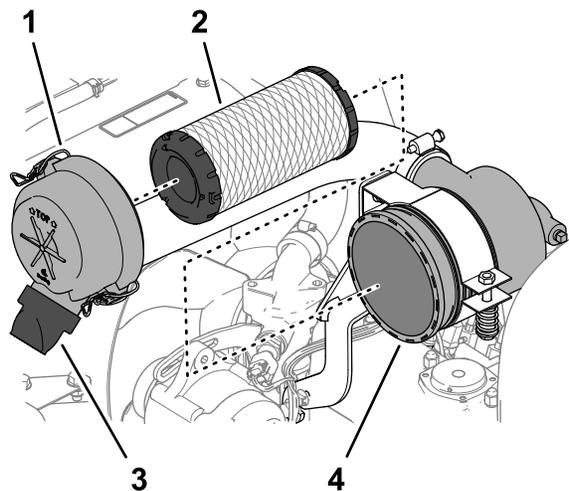

图 72
3. 松开将空气滤清器盖固定到空气滤清器壳体上的闩锁 图 72。
6. 拆下滤清器滤芯 图 72。
7. 从空气滤清器盖的灰尘弹射口上拆下橡胶排气阀 图 72。